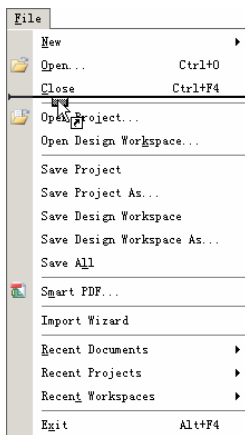

图 1.43 添加命令到菜单中
(4) 在“Process Browser”对话框中选择“Client: FullScreen”命令，单击“OK”按钮，将该动作添加到“Edit Command”对话框的“Progress”编辑框中。
(5) 在“Edit Command”对话框的“Caption”区域内的“Caption”编辑框中输入新建的命令项的名称“Full Screen”。在“Description”编辑框内输入对该命令的描述语言“全屏”。
(6) 在“Edit Command”对话框的“Shortcut”区域内单击“Primary”下拉列表，在弹出的列表中选择“Ctrl+F”作为新建命令的快捷键，然后单击“Edit Command”对话框中的“OK”按钮，新建一个命令。
(8) 在“Customizing PickATask Editor”对话框的“Commands”列表中选择“Custom”项，移动鼠标到右侧的“Commands”列表中新建的命令“Full Screen”上方，按下鼠标左键，将其拖到主菜单“File”菜单栏中，如图 1.43 所示。